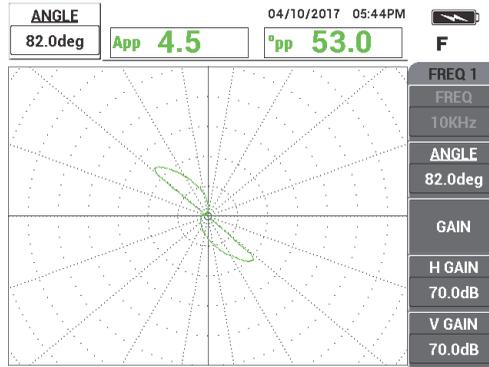

Figura 5-161 Regolazione del segnale
3. Premere il tasto ANGLE () ed in seguito ruotare il segnale della frequenza 1 (verde) fino a quando il segnale del foro raggiunge una fase di circa 40° (vedere Figura 5-161 a pagina 255).